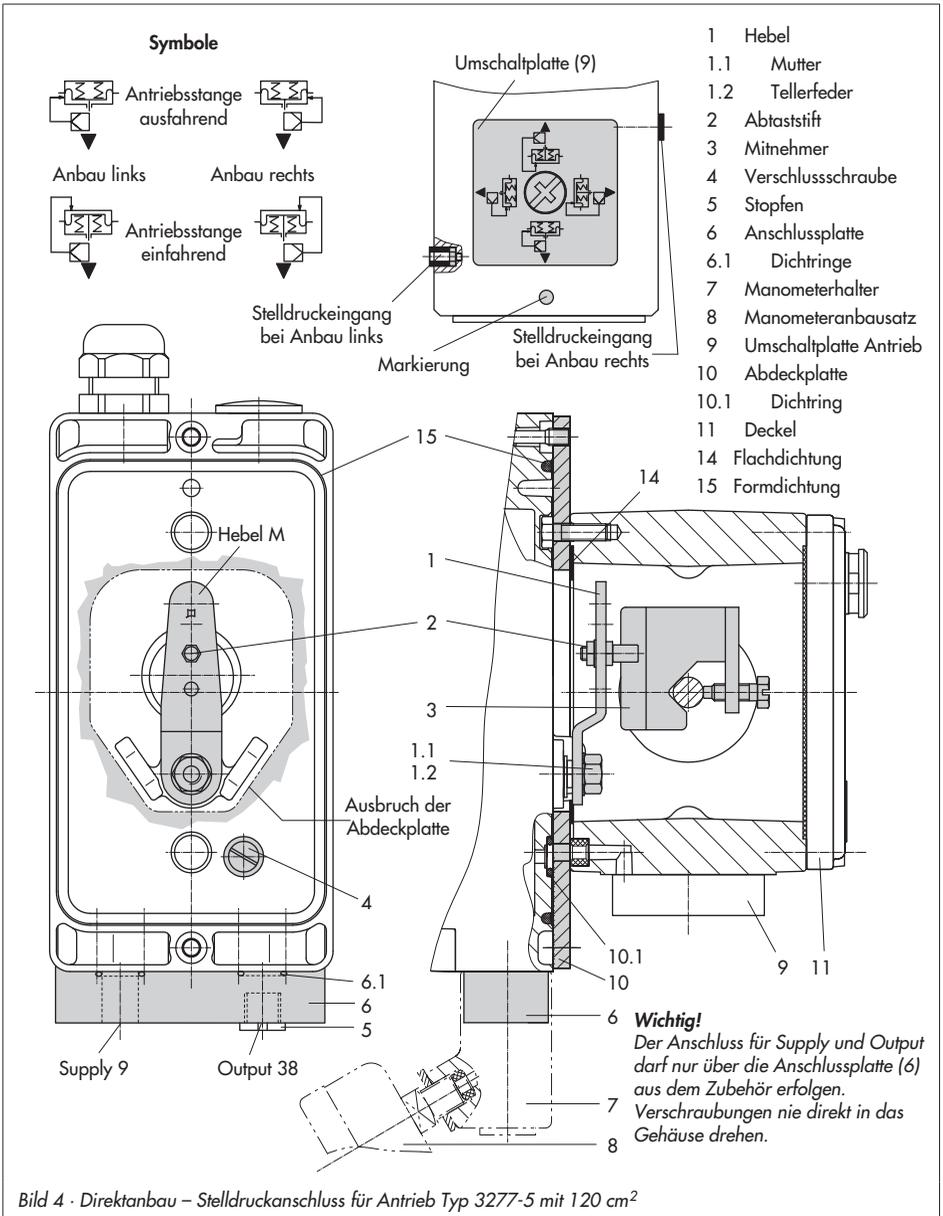

Bild 4 · Direktanbau – Stelldruckanschluss für Antrieb Typ 3277-5 mit 120 cm²
1. Anschlussplatte (6) oder Manometerhalter (7) mit Manometern am Stellungsregler montieren, auf richtigen Sitz der beiden Dichtringe (6.1) achten.
2. Verschlusschraube (4) auf der Stellungsreglerrückseite entfernen und den Stelldruckausgang „Output 38“ an der Anschlussplatte (6) bzw. am Manometerhalter (7) mit dem Stopfen (5) aus den Anbauteilen verschließen.
3. Mitnehmer (3) an die Antriebsstange setzen, ausrichten und so festschrauben, dass die Befestigungsschraube in der Nut der Antriebsstange sitzt.
4. Abdeckplatte (10) mit schmaler Seite des Ausbruches (Bild 4 links) in Richtung zum Stelldruckanschluss befestigen, die